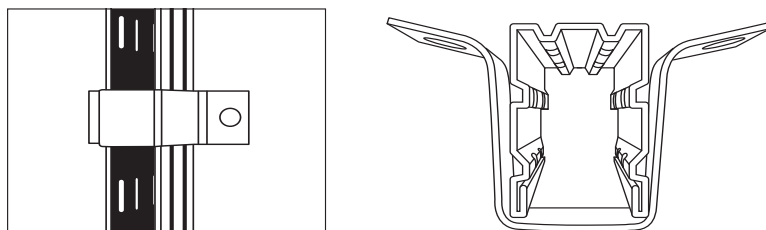

Рис. 23. Крепление стеллажа к стене
2) Крепление к стене. Для крепления стоек стеллажа ГТС Универсал к стене используются скобы крепления к стене. Крепёж в комплект не входит, подбирается индивидуально в зависимости от материала стен, к которым крепится скоба. Количество скоб крепления к стене, в пересчете на одну раму (пару стоек), зависит от высоты стоек (рис. 23). Для высоты до 2500 мм используется 1 скоба, от 3000 до 3500 мм — 2 скобы, для 4000 мм — 3 скобы.